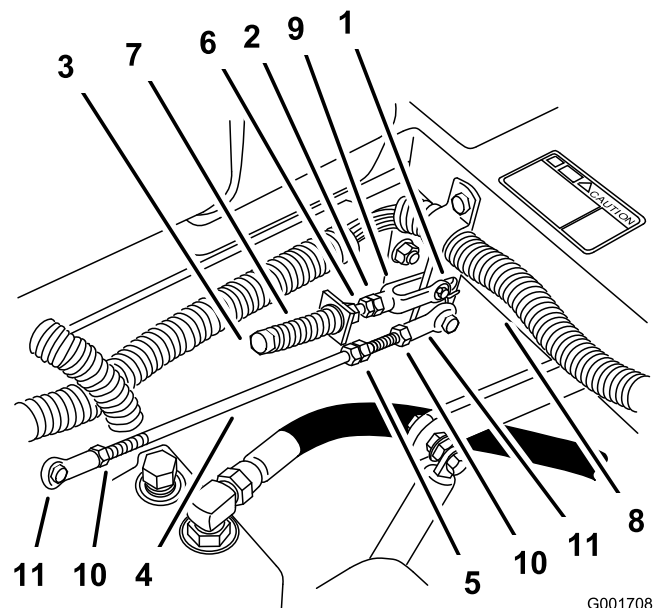

Figure 55
8. Si un réglage s'impose, desserrez l'écrou et l'écrou de blocage vissés contre la chape (Figure 55).
9. Appliquez une légère pression à l'arrière du levier, et tournez la tête du boulon de réglage dans le sens voulu pour centrer le levier à la position de verrouillage du point mort (Figure 55).
10. Serrez l'écrou et l'écrou de blocage (Figure 55).